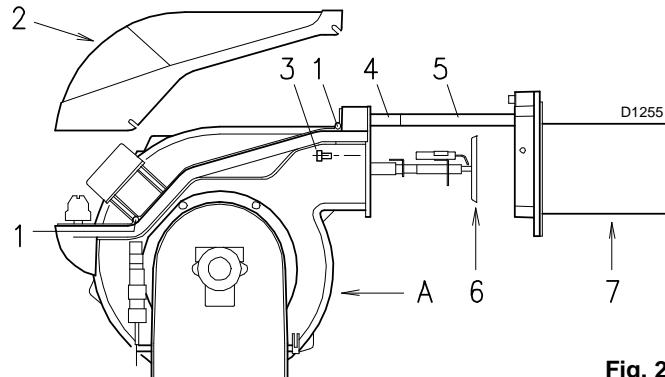

Fig. 27
**Para abrir el quemador (Fig. 27)**